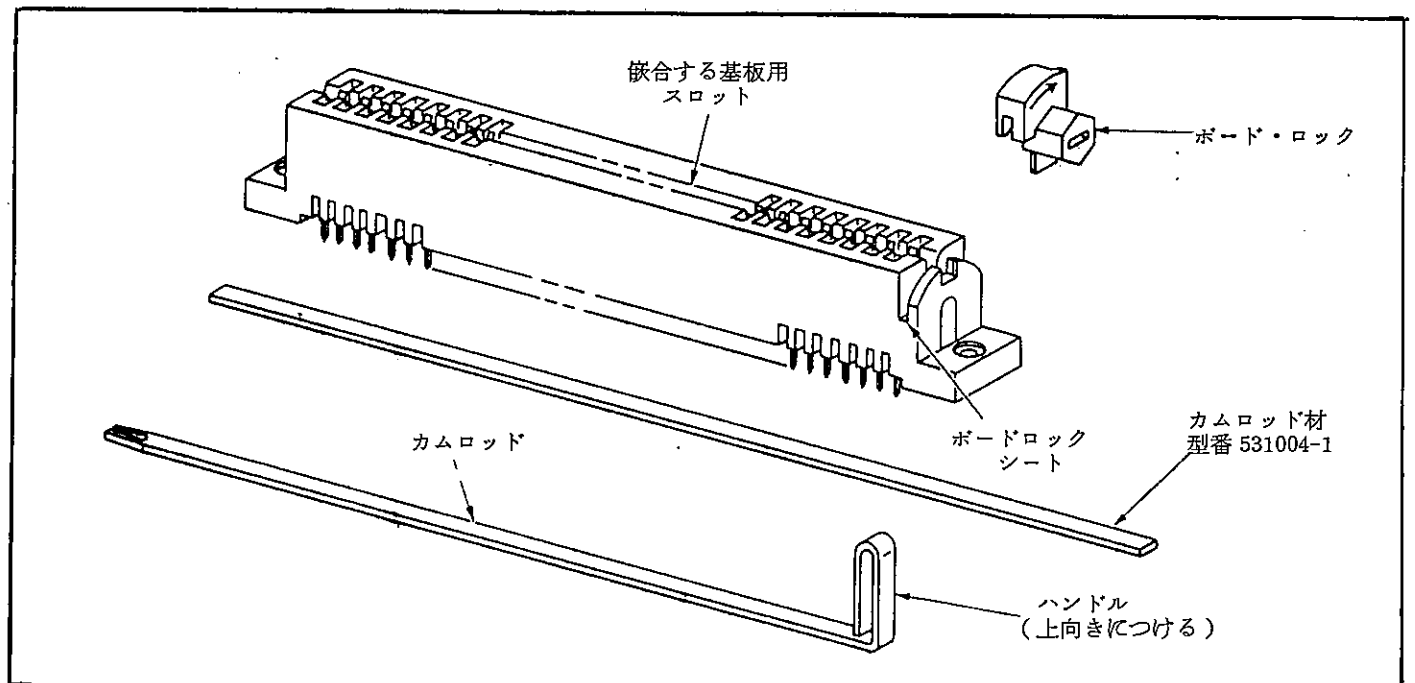

FIG. 13
5. ボード・ロックがあれば、Fig. 13 のように取外します。再組立する際にはこの方向で行って下さい。